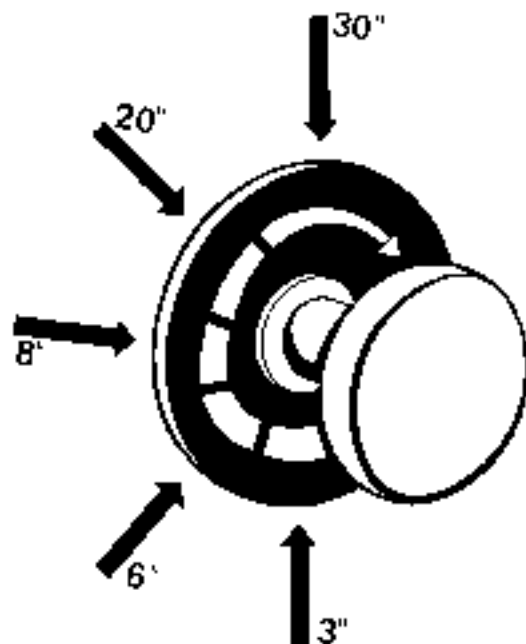

Fig. 7
Ruotando in senso orario il pontello si ottiene il movimento intermittente del tergicristallo con intervalli varianti da 3 secondi a 30 secondi (Fig. 7).
En tournant le bouton dans le sens horaire on obtient le mouvement intermittent de l'essuie-glace avec des intervalles variant de 3 à 30 secondes (Fig. 7).
- 17) Wiper timer. The clockwise rotation of the knob operates the intermittent wiper action with intervals going from 3 to 30 seconds (Fig. 7).
Durch Drehen des Kugelgriffes im Uhrzeigersinn erhält man eine Intervallschaltung des Scheibenwischer mit Unterbrechungen von 2 bis 30 Sekunden (Abb. 7).